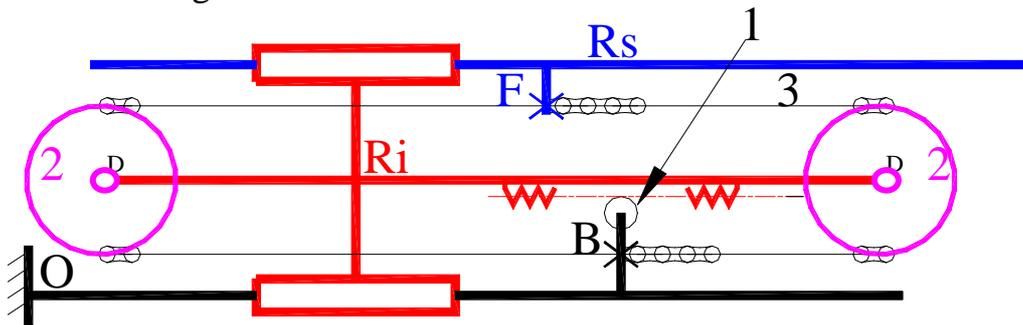

figure 4
Le mouvement du plateau (ou de R_s) est obtenu par un moteur possédant sur son axe un pignon denté (1) entraînant une crémaillère solidaire de R_i . Aux extrémités de R_i sont installés deux poulies (2) entraînées par une chaîne (3). Cette dernière est fixée en B et F respectivement au bâti du chariot (0) et au plateau R_s (C.F. figure 4).